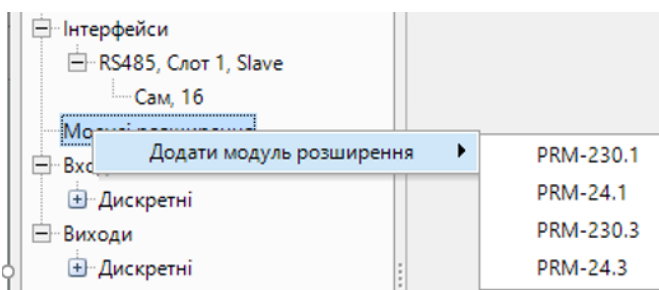

Рисунок 7.1 – Підключення модуля до AQLogic
3. Вибрати модуль зі списку (див. рисунок 7.1).